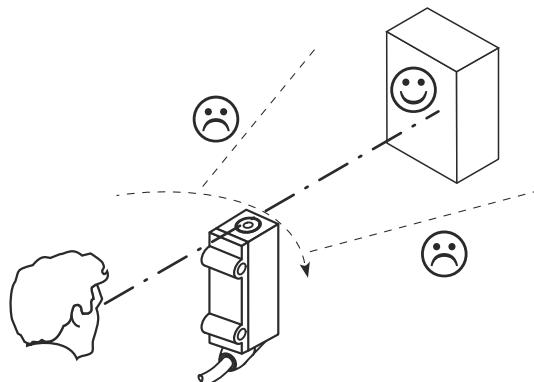

Figura 3: Alinhamento do sensor
- ① Objeto branco, percentual de reflexão difusa de 90%
- ② Objeto com 6% ... 90% de grau de reflexão especular (corresponde ao branco padrão de acordo com DIN 5033)
3. Selecionar o posicionamento de forma que a luz infravermelha (invisível) incida sobre o centro do objeto. O alinhamento correto só pode ser detectado através dos LEDs de indicação (objeto detectado, LED amarelo acende) ou com a ajuda de uma placa de conversão infravermelha (ver o programa de acessórios da SICK). ver figura 3, página 129